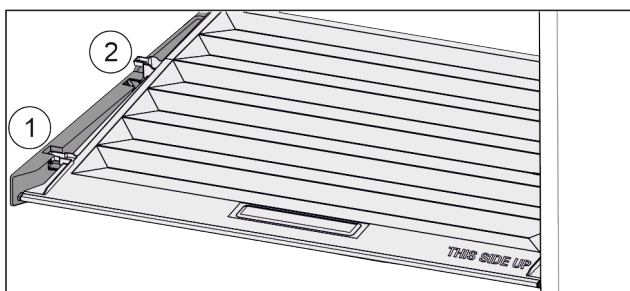

Fig. 89
- ▶ Vytáhněte víko dopředu až k otvoru v přídržných dílech Fig. 89 (1).
- ▶ Vzadu zespuď nadzvedněte a vyjměte směrem nahoru Fig. 89 (2).